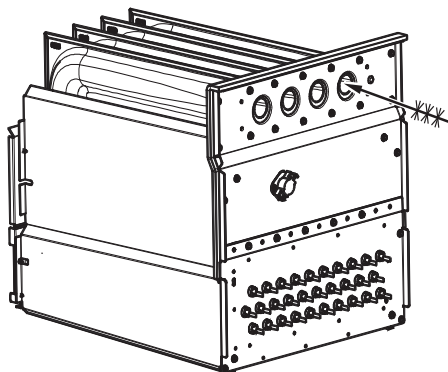

Fig. 70 – Nettoyage de la cellule de l'échangeur thermique
7. Nettoyez les ouvertures de l'échangeur thermique à l'aide d'un aspirateur et d'une brosse douce. Consultez la Fig. 70.